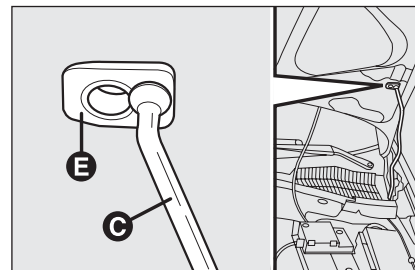

fig. 107
- soulever le capot et en même temps dégager la béquille de maintien **D-fig. 107** de son dispositif de blocage, puis engager l'extrémité **C-fig. 108** de la béquille dans l'emplacement **E** du capot.
- tenir le capot soulevé d'une main et de l'autre enlever la béquille **C-fig. 108** du logement **E** et la remettre dans son dispositif de blocage **D-fig. 107**;